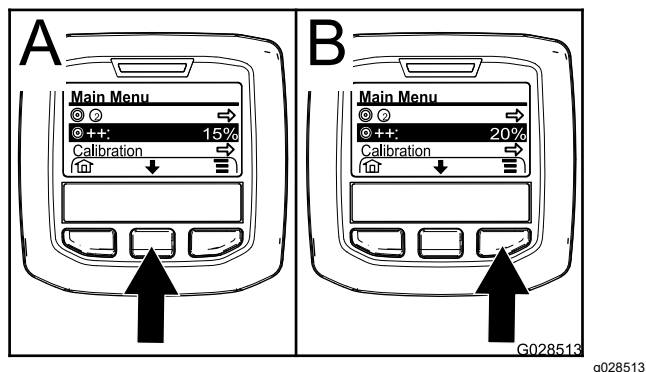

図 67
2. 必要に応じ、中央ボタンを押して散布率ブーストを表示させる 図 67。
注 散布率ブーストを示すアイコンは、的ターゲットを示す記号の右隣に表示される2つの記号です 図 67。
3. 右ボタン 図 67 を押すと、散布レートが5ずつ大きくなります 最大20まで。